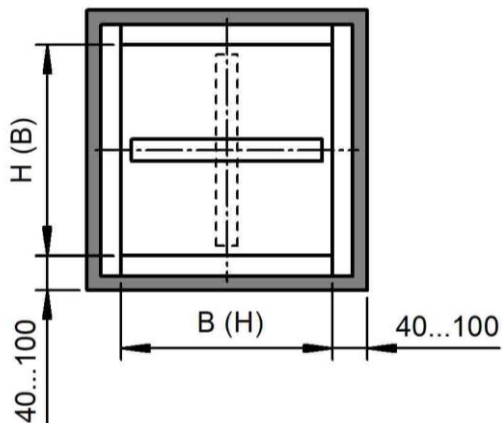

Figura 6: misura minima della fuga da riempire con malta in pareti massicce
- Necessaria distanza dei corpi serranda fino alla sezione superiore della parete (vedere Figura 16) > 90 mm. Necessaria esecuzione con inclinazione (portante) (vedere pag. 9Figura 6: misura minima della fuga da riempire con malta in pareti massicce). Non viene utilizzato il kit di montaggio tipo GDA.